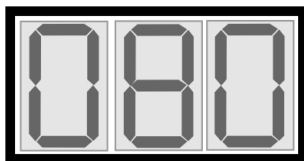

Abb.3
- Auf dem Display wird kurz die Schrift GR1 visualisiert, um die erfolgte Wahl des Granitazyklus zu bestätigen (Abb.2); während der Kühlung wird dann als Zahlenwert die momentane Konsistenz angegeben. (Abb.3)